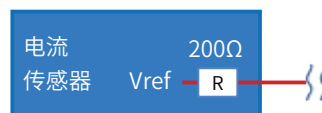

图 7. Vref 外部电路的处理
(3) 作为输入功能使用时
① 如图 7 所示，Vref 端子的输出输入高阻抗 R 为 200 Ω。请注意输入基准电压源的电流容量。有关电流容量如下。